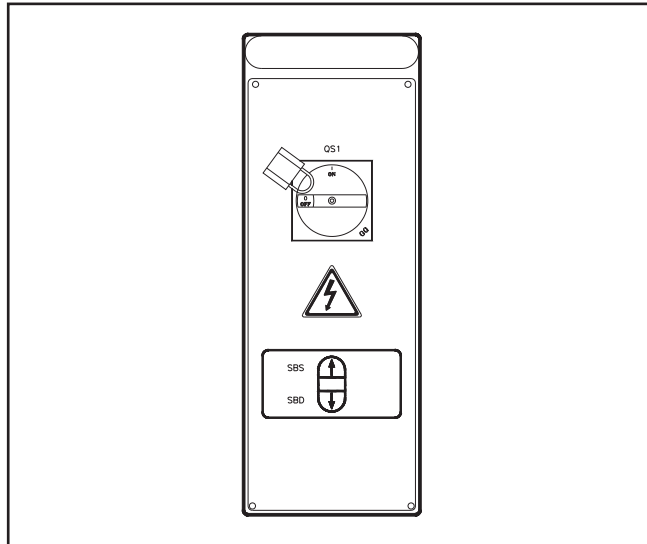

Fig. 57 - Abb.57
- l'interruttore generale sul quadro deve essere bloccato **IN POSIZIONE "0"** mediante un **LUCCHETTO** (Fig.57).
- the master switch on the panel must be locked to **POSITION "0"** with a **LOCKOUT** (Fig.57).
- l'interrupteur général du coffret de commande doit être bloqué **EN POSITION "0" au moyen d'un CADENAS** (fig. 57)
- der Schalter auf dem Schaltkasten muss in **POSITION "0" DURCH EIN VORHÄNGESCHLOSS** blockiert werden. Siehe Abb.57.
- interruptor general del cuadro de mandos debe estar bloqueado **EN LA POSICIÓN "0" mediante un CANDADO** (Fig.57).